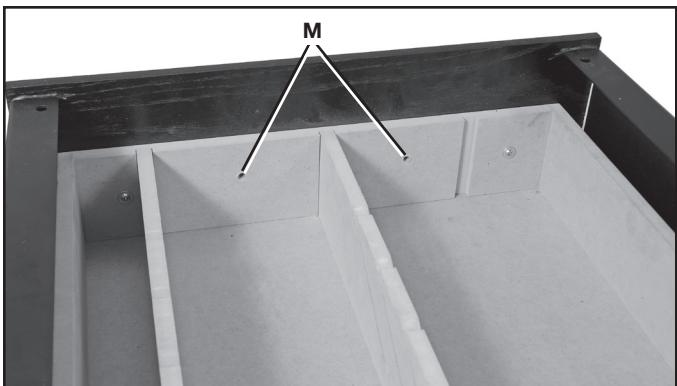
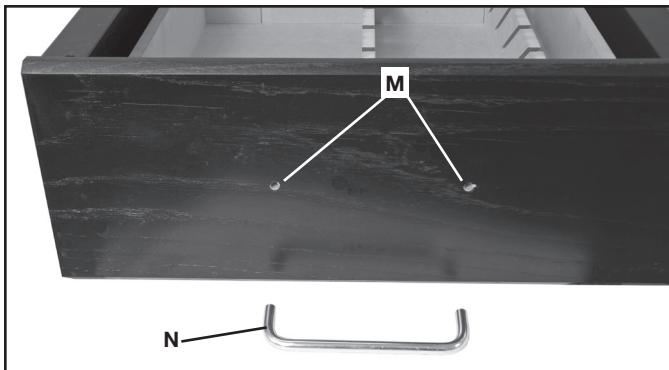

FIG. 7B
FIG. 7A
Mantenga el mango de la gaveta (N), Fig. 7A, en los orificios (M) Fig. 7B y anexe el mango al frente de la gaveta con dos Tornillos de cabeza redonda n.º 8-32 x 38 mm (1-1/2 pulg.) (no demostrado).